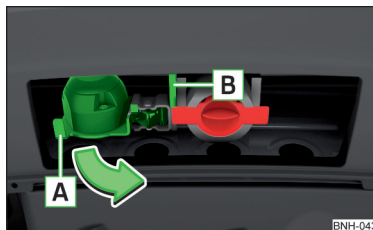

Abb. 140
- Die 13-polige Steckdose am Griff **A** fassen und in Pfeilrichtung ausschwenken » **Abb. 140**.